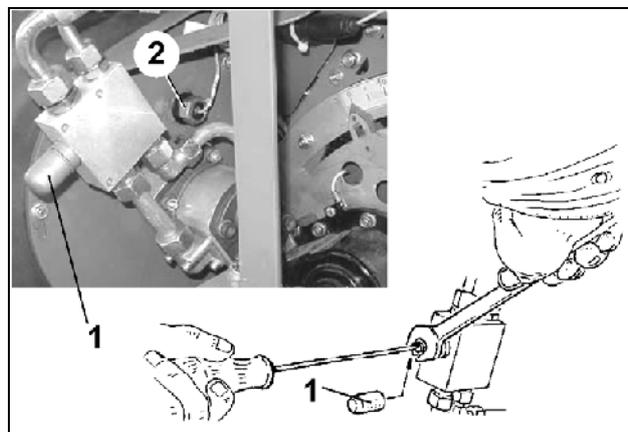

Fig. 106
Le régime de rotation requis à la turbine est indiqué sur le tableau (Tableau 6). Réglez le régime de rotation à la turbine à l'aide de la valve de limitation de pression (Fig. 106/2) ou à l'aide du régulateur de débit d'huile du tracteur.
- ôtez le capuchon (Fig. 106/1)